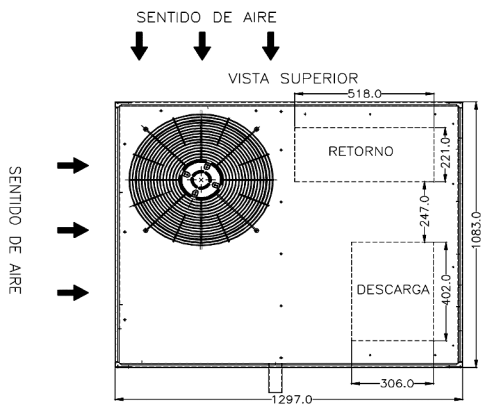

Fig. 6 – Aperturas para Conducto de Inyección y Retorno Vertical
2. Remover los paneles que cierren las aperturas de suministro y retorno de aire situadas en el piso de la unidad (Fig. 6).
2. Retire la cubierta del conducto de retorno ubicado en el panel rompiendo las etiquetas de conexión con un destornillador y un martillo (Fig. 6).